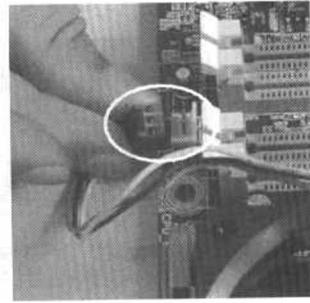

图 1-19 把 CPU 风扇的电源插上
⑪ 接着把风扇的电源线插到主板的相应接口上，如图 1-19 所示。